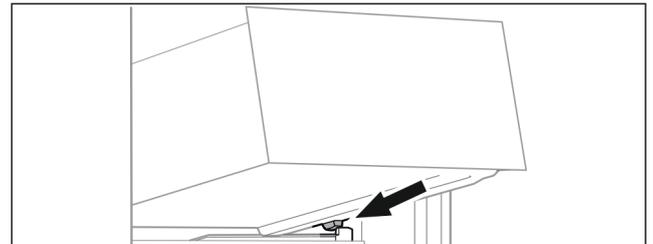

Fig. 97
- ▶ Schubfach schräg hinter den Stopperrn auf Behälterrippe aufsetzen. (siehe Fig. 97)